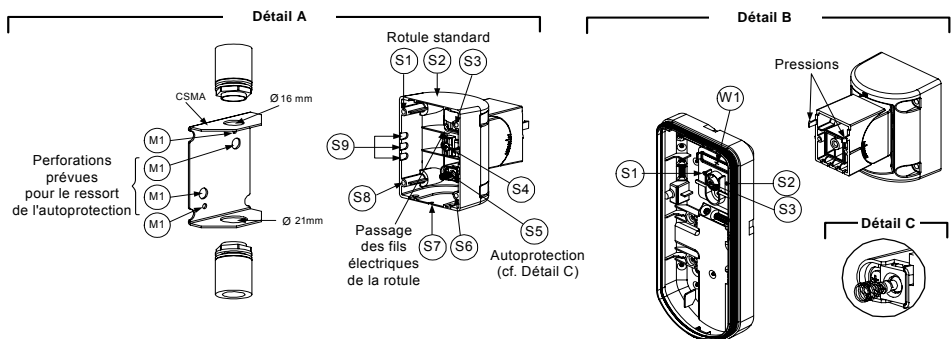

Figure 6
3. Percez les entrées pré-perçées du socle externe (figure 6)
- a. Introduisez les fils électriques externes par les entrées pré-perçées S2, S7 ou S9 et faites-les ressortir (avec les fils électriques de l'autoprotection) par le passage spécialement conçu pour les fils du pivot (figure 6 détail A).
Montage du conduit du pivot (à l'aide de l'adaptateur pivot métallique pour conduit – CMSA, figure 6, détail A)
- d. Insérez les câbles externes et les fils électriques de l'autoprotection en partant du conduit et en passant par le passage du pivot prévu à cet effet (figure 6, détail A).
Le ressort de l'autoprotection S5 (figure 6) doit toucher le mur à travers les entrées prévues à cet effet M2 ou M3 dans le CSMA. Assurez-vous d'entendre un "clac" venant de l'autoprotection lorsque vous l'accrochez au mur.
7. Insérez les fils électriques de l'autoprotection ainsi que les câbles externes en partant de la rotule standard et en passant par la pastille pré-perçées W1 du socle externe (Figure 6, Détail B).